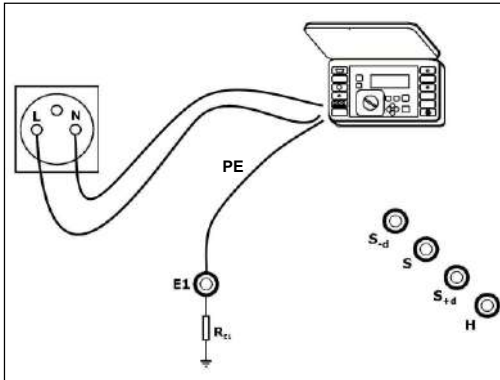

Fig. 13. Conexión del medidor
- conectar el medidor de impedancia del bucle de cortocircuito según Fig.13,